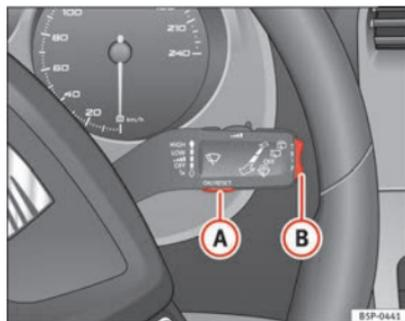

Fig. 47 Palanca del limpiacristales (MFA): tecla A para confirmar opciones del menú y tecla basculante B para cambiar de menú
- Seleccione la opción **Estado del vehículo** del menú principal: “Menú principal” y pulse la tecla **OK** de la palanca del limpiacristales **A** ⇒ fig. 47. **O bien**